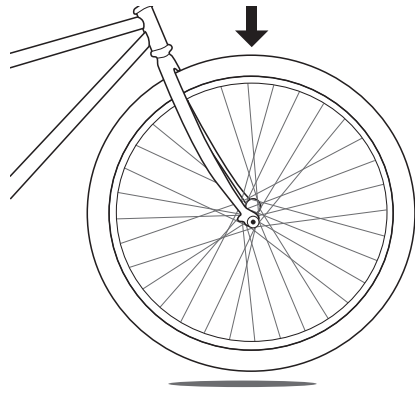

図 38. フロントタイヤを地面から持ち上げ、タイヤの頂上を叩いて緩みがないかを確認する。
- テスト A、バイクを持ち上げ、タイヤの頂点を強く叩きます（図 38）。このとき、ホイールが外れたり、緩んだり、横方向に動いてはなりません。